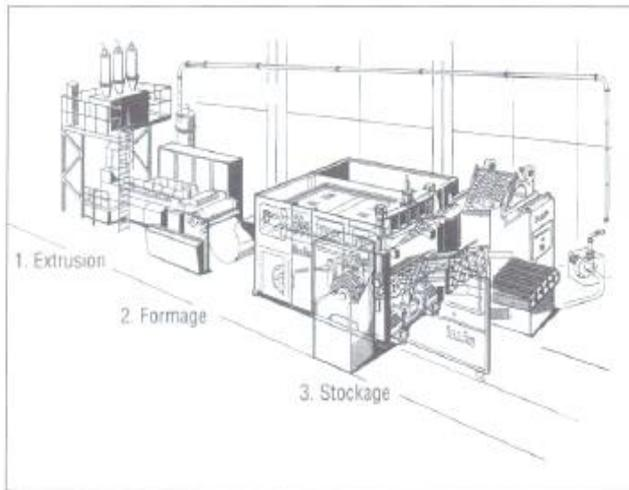

Fig. 2. Installation industrielle de fabrication de gobelets de grande productivité.
<p style="text-align: center;">Figure 2 – Pince de basculement.</p>	<p style="text-align: center;">Figure 3 – Moule de thermoformage</p>
4. Régler la pince de basculement selon l'épaisseur de plaque à thermoformer (fig. 2) ;
Bien que la méthode soit relativement simple, l'industrie utilise dans la plupart des cas des machines spéciales pour ce type de mise en œuvre (fig. 2).
Selon la taille des pièces, il est réalisé par un four ou par des panneaux infrarouges. On peut thermoformer directement en sortie d'extrusion de la plaque. Les panneaux IR sont montés sur un chariot inférieur et un supérieur (fig. 2) qui sont placés de chaque côté de la feuille pour la chauffer directement des deux côtés. Cette solution est très avantageuse dans le cas de plaques épaisses. Le temps de chauffage est relativement long : 2 à 10 min pour 1 mm d'épaisseur (fonction de la matière et de sa couleur). Le système de fixation de la plaque sur le cadre provoque le refroidissement des bords par la fuite de chaleur à travers le châssis métallique de la machine. On compense ces pertes par des dispositifs spéciaux tels que l'écran réflecteur, l'isolation du serre-flan, le chauffage individuel. La puissance des organes chauffants est de l'ordre de 25 à 30 kW.m². La température de chauffage (20 à 30 °C minimum au-dessus de T_v) dépend de la matière. On a intérêt à chauffer la matière à la température minimale admissible pour augmenter la cadence du formage.